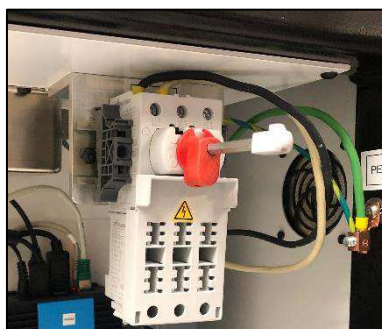

Abbildung 11
2. Montieren Sie das vom Kunden beigestellte 3-adrige Leistungskabel, das für die verfügbare Spannung und Stromkapazität (200–240 VAC, einphasig, 10 A) geeignet ist, indem Sie es durch die rechtwinklige Kabelverschraubung (an der linken Seite der Maschine befindlich) verlegen. Führen Sie das Kabel an der Innenseite der Maschine nach oben. Schließen Sie den Erdungsdraht am PE-Massebolzen am Maschinengestell an. Schließen Sie die Phasenleiter am beiliegenden Hauptleistungstrennschalter an (siehe Abbildung 11).